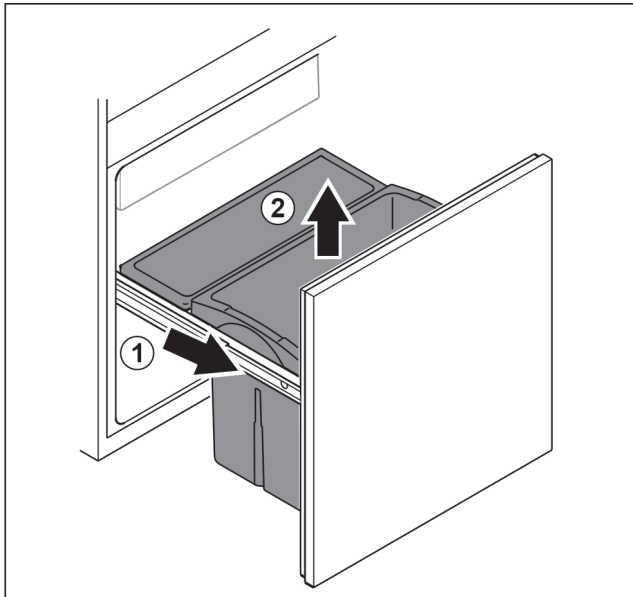

Fig. 89
- ▶ Витягніть витяжний візок до упору. Fig. 89 (1)
- ▶ Вийняти висувний ящик рухом вгору. Fig. 89 (2)